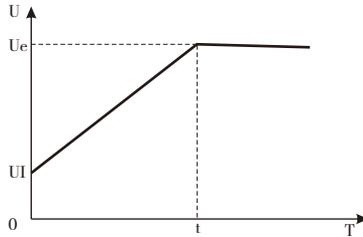

图12-2-1
① 代码F9设为(1电压)时为电流起动模式。图12-2-1给出了电压斜坡起动的输出电压波形。其中UI为起动时的起始电压值，当电机起动时，在电机电流不超过额定值400%的范围内，软起动器的输出电压迅速上升至UI，然后输出电压按所设定的起动参数逐渐上升，电动机随着电压的上升不断平稳加速，当电压达到额定电压UE时，电机达到额定转速，旁路接触器吸合，起动过程完成。
② 起动时间：T是根据标准负载，在标准试验条件下所得的控制参数YP5000系列软起动器以此参数为基准，通过控制输出电压使电机平稳加速以完成起动过程，并非机械地控制时间T而不论电机加速是否平稳，鉴于此，在的负载较轻时，起动时间往往小于设定起动时间，只要能顺利起动则属正常。一般而言，电压斜坡起动模式适用于对起动电流要求严格而对起动平稳性要求较高的场合。